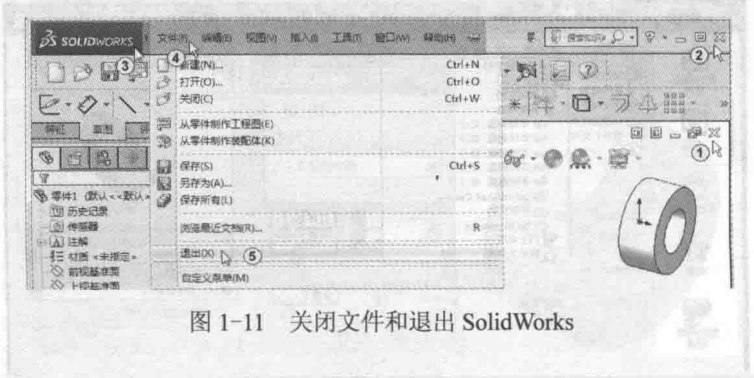

图 1-11 关闭文件和退出 SolidWorks
如图 1-11 中①所示。
退出 SolidWorks 的方法是单击窗口右上角的“关闭”按钮，如图 1-11 中②所示。或者单击窗口左上角的徽标按钮，如图 1-11 中③所示，在屏幕最上方显示出菜单栏。在菜单栏中选择“文件(F)”，如图 1-11 中④所示，在弹出的下拉菜单中选择“退出(X)”命令，如图 1-11 中⑤所示。